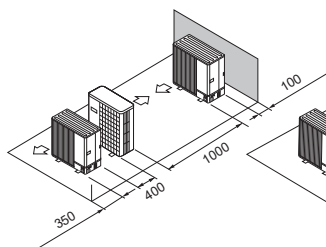

Fig. 2-19
- (5) Disposizione di unità singole parallele (Fig. 2-19)